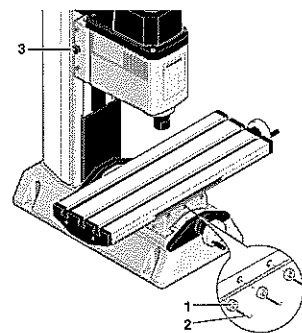

Fig. 6
4. Klemmschraube 3 (Fig. 6) festziehen.
6. Vor dem erneuten Einstellen der Frästiefe Klemmschraube 3 (Fig. 6) wieder lösen.
Alle 3 Achsen der Fräse sind mit einer nachjustierbaren Schwabenschwanzführung ausgestattet. Sollte im Laufe der Zeit eine Führung zuviel oder zuwenig Spiel aufweisen, so können Sie mittels der Justierschrauben (Fig. 6) das Spiel nachjustieren. Zum Einstellen des Spieles der X-Richtung zunächst die Mutter 1 (Fig. 6) lösen. Dann das Spiel mit Hilfe der Gewindestifte 2 einstellen. Zum Kontern die Mutter 1 wieder festziehen. Das Einstellen des Spieles der anderen beiden Achsen verläuft analog.